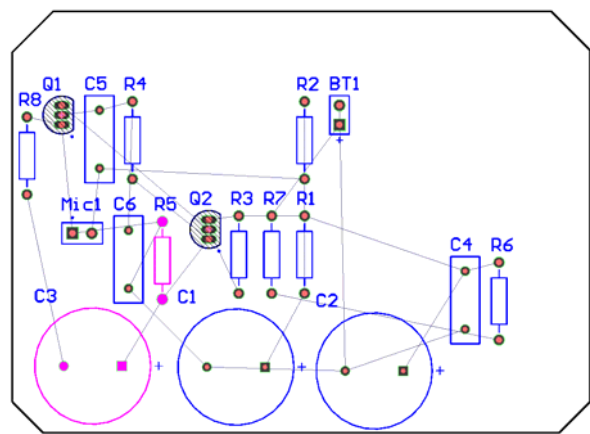

图 8-10 放置元件的位置
(1) “成群的放置项” 自动布局方式：在 “自动放置” 对话框中，点选 “成群的放置项” 单选钮，在该对话框中提供了 “快速元件放置” 布局模式。在该模式下布局速度较快，但是布局效果较差。单击 “OK（确定）” 按钮，即可开始 “成群的放置项” 的自动布局方式。自动布局需要经过大量的计算，因此需要耗费一定的时间。在项目中执行自动布局后，所有的元件进入了 PCB 的边框内，它们按照如图 8-10 所示被放置到合适的位置。所有的元件将按照分组的形式出现在 PCB 中，但是布局并不合理，PCB 的空间利用严重不合理，需要手动调整。